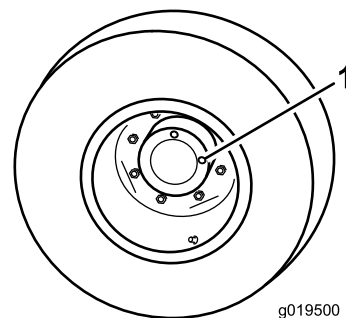

Bild 104
1. Wenn die Maschine auf einer ebenen Fläche steht, positionieren Sie das Rad so, dass eine Prüfschraube auf 12 Uhr und die andere auf 3 Uhr steht (Bild 104).
1. Prüf-/Ablassschraube (2)
2. Entfernen Sie die Schraube, die auf 3 Uhr steht (Bild 104).